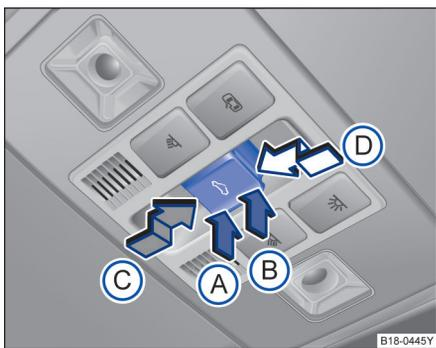

图 34 在顶篷中：天窗按钮
按钮⇒图 34。1 挡位置：可完全打开天窗，或部分翻开天窗，打开或关闭天窗。
功能	操作方法⇒图 34
- 触发防夹功能后 5 秒钟内按压 按钮⇒图 34，沿箭头(D) 方向将按钮保持在 2 挡位置，直至天窗完全关闭。